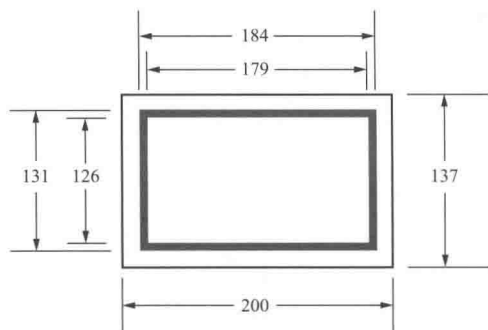

图 1-24 接地刀闸标志牌尺寸参考类型（二）
- (3) 接地刀闸标志牌尺寸参考类型 (二) 如图 1-24 所示。
- (4) 对于特殊情况的接地刀闸其标志尺寸可采用等比例放大或缩小。